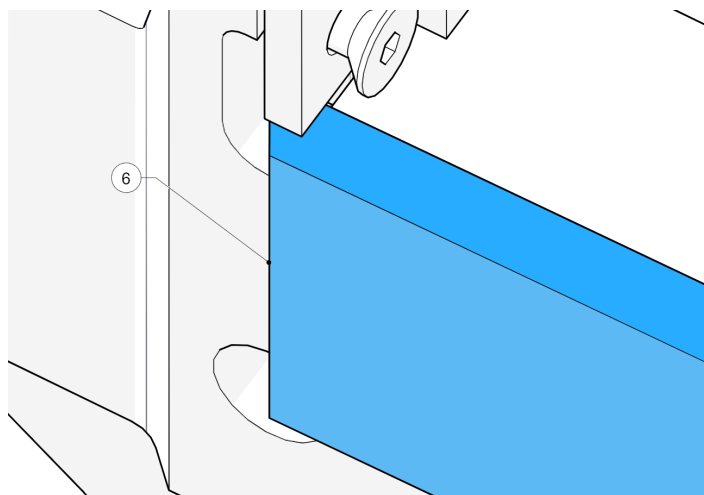

Abbildung 63 - Amboss im vertikalen Sitz
16. Schieben Sie den Amboss in den Sitz unter dem seitlichen Amboss (6, Abbildung 63).